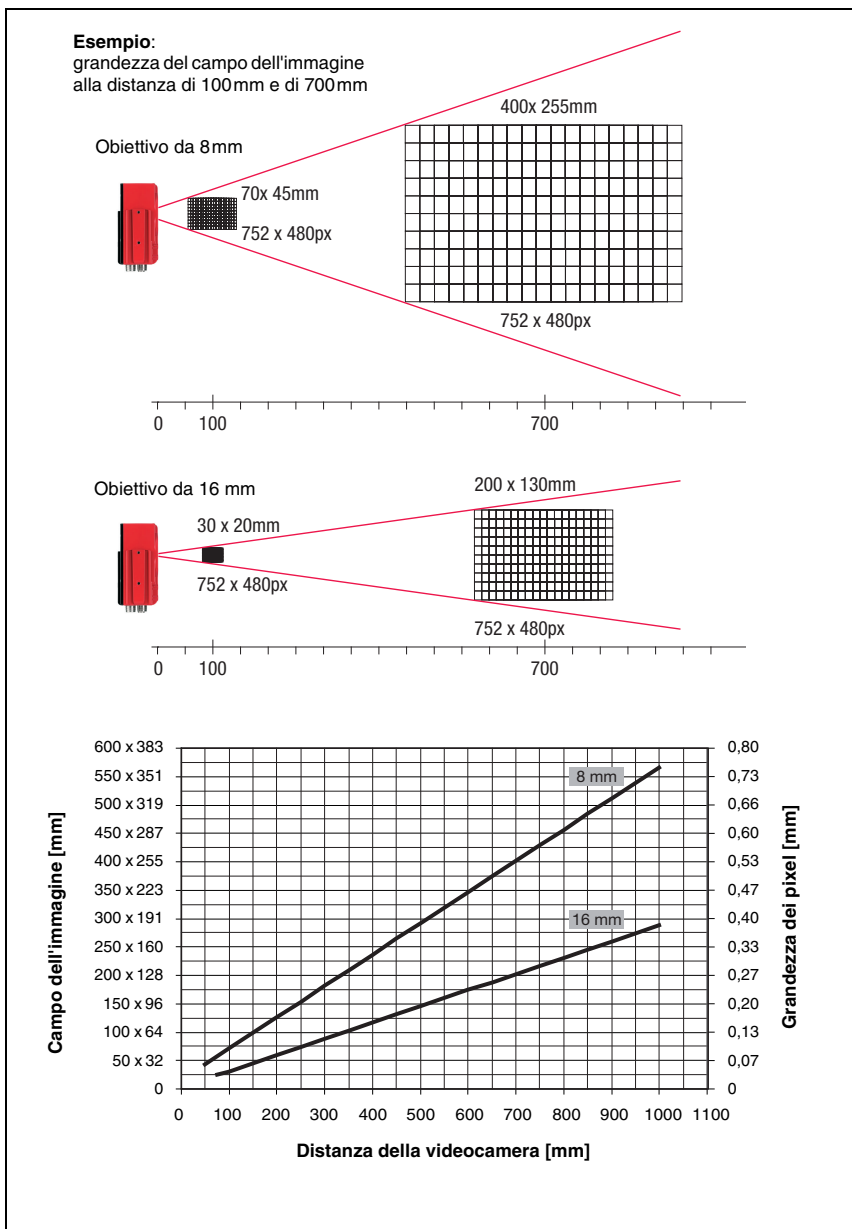
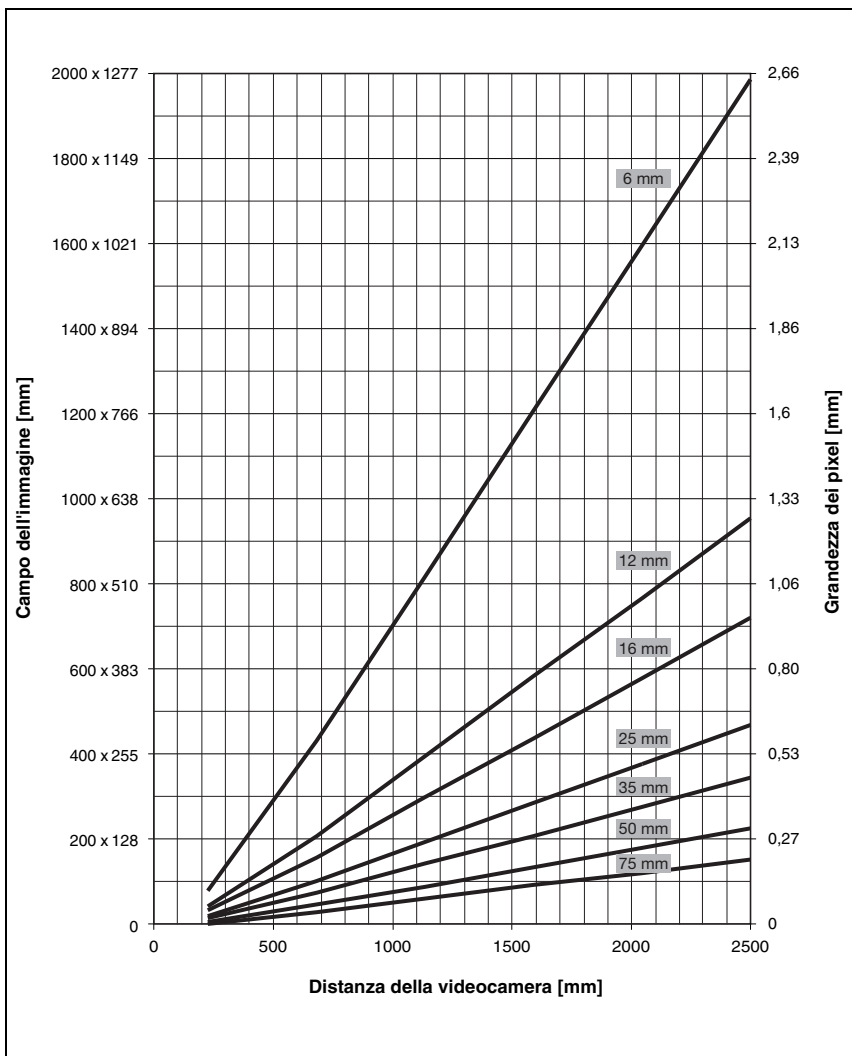

Figura 4.6: Distanza della videocamera / campo dell'immagine - Apparecchi standard
Figura 4.7: Distanza dalla videocamera / campo d'immagine - Varianti di apparecchio per obiettivi intercambiabili con C-mount
- Distanza della videocamera risultante dal rispettivo campo d'immagine (vedi figura 4.6 a pagina 23 e figura 4.7 a pagina 24).
Nella figura 4.6 e figura 4.7 è illustrata la relazione tra la distanza della videocamera ed il campo dell'immagine che ne risulta per le varianti di apparecchio con C-mount.
Il diagramma nella figura 4.6 illustra la funzione che intercorre tra la distanza della videocamera (= distanza del bordo anteriore della videocamera dall'oggetto) ed il campo dell'immagine per apparecchi standard con distanza focale di 8mm e 16mm. Nella figura 4.7 è illustrata questa relazione per le varianti di apparecchio con C-mount.